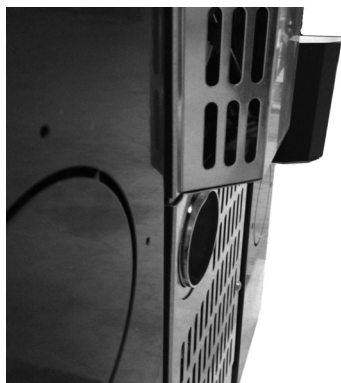

Fig. 12 - Fase 1
- Oorspronkelijke positie van de buis volledig ingetrokken (zie Fig. 12).